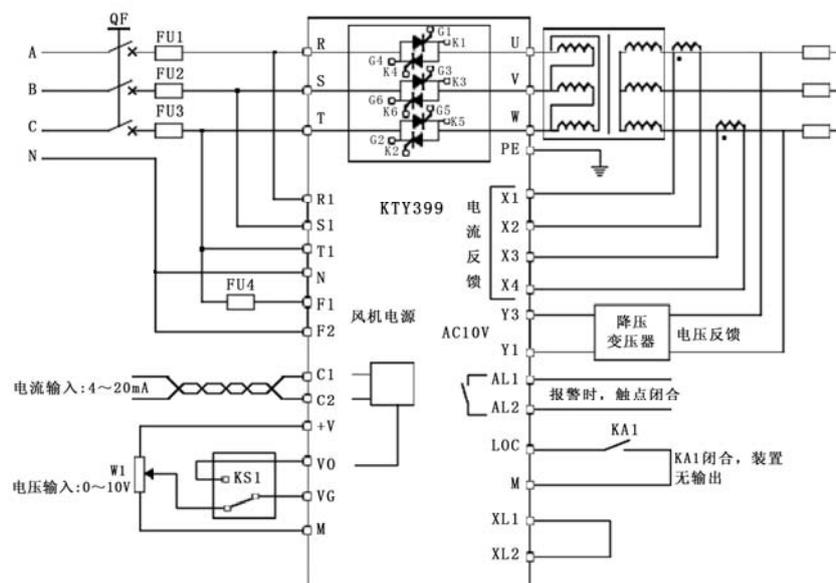

图4-4-2 KTY399应用于低电压、大电流负载的电压闭环控制
- 图4-4-2中电压反馈取自变压器的二次侧，此方法可精确恒定负载电压。由于标准配置的恒压型调压器在出厂时反馈信号连接到了调压器输出端（相当于图中变压器一次侧），如要按图4-4-2的方式接线，可在订货时提出或在使用时向我们联系。